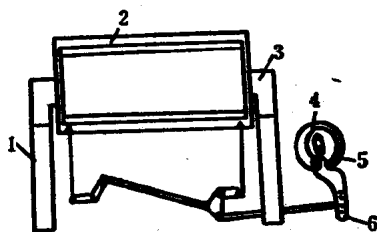

图3-2-4 沟槽凸轮开口机构
4. 沟槽凸轮开口机构 同样具有共轭凸轮开口机构的特点，结构更为简单紧凑，凸轮制造更为复杂，如图3-2-4所示。